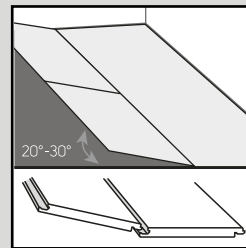
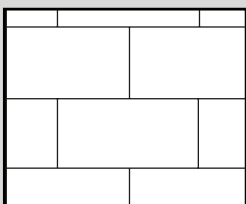
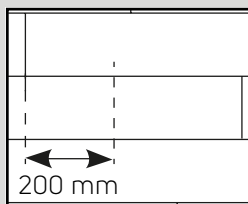

Fig. 3
Fig. 3a
Fig. 3b
4. Empiece la segunda fila embonando la lengüeta en la ranura, sujetando el tablón en un ángulo aproximadamente de 30° y empuje el tablón/azulejo con firmeza en la ranura de la primera fila. Instale el siguiente tablón/azulejo embonando la lengüeta y la ranura a lo largo del borde corto. Junte la lengüeta y la ranura en el lado largo. Facilite la unión de la lengüeta y la ranura en el lado más largo inclinando angularmente el tablón/azulejo entre sí (Fig. 3). Los azulejos y los tablonces deben ser instalados en "intervalos", de manera que las cuatro esquinas nunca se encuentren (Fig. 3a y Fig. 3b).